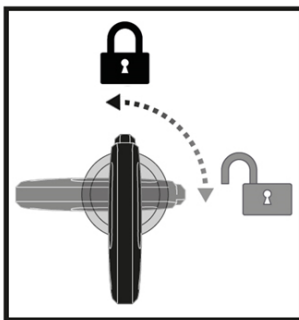

図 A1
- ①ケースのキーシリンダーに②キーを奥までしっかりと挿し込み、②キーを右（3時方向）に回してケースと蓋のロックを解除します。この時、②キーの持ち手の出っ張っている方は、必ず下向きにして挿し込んで操作ください。（図 A1/2 参照）
- ※ ②キーの持ち手の出っ張っている方を通常とは逆向き（上向き）にしてキーシリンダーに挿し込むと、①ケースの種別によってはキーシリンダー上に位置する解除ボタンと接触し、互いの操作に支障をきたす場合があります。
- ①ケースのキーシリンダー上に位置する解除ボタンを奥に押し込んで、蓋のロックを解除し、①ケースの蓋をフリーの状態にします。（図 B 参照）
- ①ケースの蓋をゆっくり持ち上げ、蓋を開けます。
- ※ この時、右（3時方向）に回した状態のままだと②キーはキーシリンダーから抜けません。キー取り外しが必要な場合は②キーを左（12時方向）に回してから抜き取ってください。